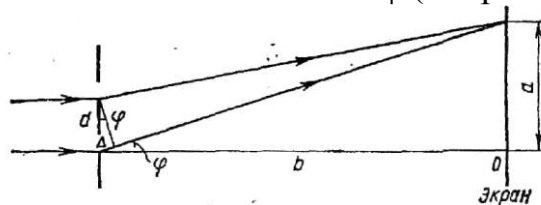

рис.18
где  $\Delta$  - разность хода волн;  $\lambda$  - длина световой волны;  $k$  - номер максимума. Центральный максимум называют нулевым; для него  $\Delta = 0$ . Слева и справа от него располагаются максимумы высших порядков. Условие возникновения максимума (1) можно записать иначе:  $k\lambda = d \sin \varphi$  (см. рис.18)